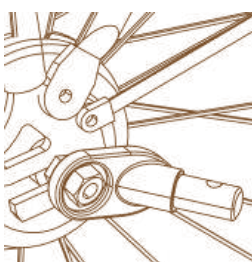

Figure 12
2. Essieu à Écrous: Dévissez l'écrou avec le joint du côté gauche de l'essieu arrière du vélo. Installez le support de fixation sur l'essieu et revissez l'écrou avec le joint (Figure 12).